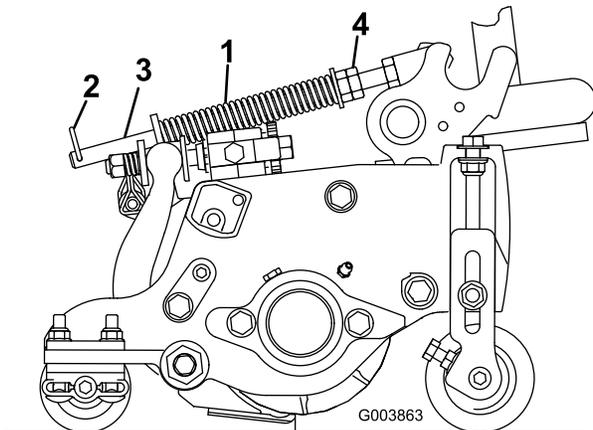

Рисунок 16
Пружина компенсации состояния грунта (Рисунок 16) переносит вес с переднего на задний валок. Это препятствует образованию на грунте волнообразных неровностей (так называемые «волны» или «тряски»).
1. Убедитесь, что игольчатый шплинт установлен в заднее отверстие штока пружины (Рисунок 16).
2. Затяните шестигранные гайки в передней части штока пружины так, чтобы длина сжатой пружины составляла 12,7 см на машине с 5-дюймовыми режущими блоками или 15,9 см на машине с 7-дюймовыми режущими блоками (Рисунок 16).